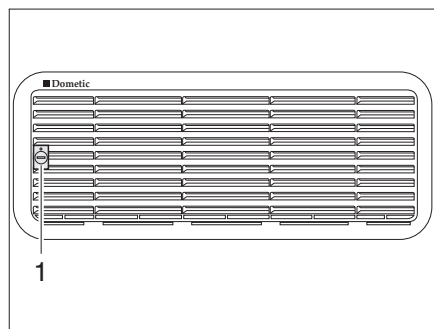
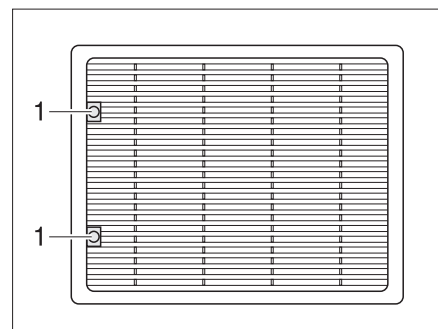

Fig. 318 Griglia di aerazione del frigorifero (Dometic piccolo)
Fig. 319 Griglia di aerazione del frigorifero (Dometic grande)
- Con l'ausilio di una moneta ruotare la vite (Fig. 318,1 o Fig. 319,1) di un quarto di giro.